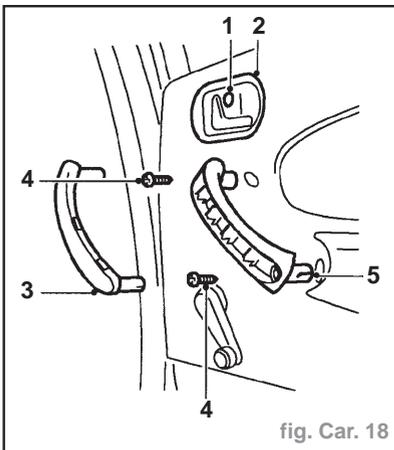

fig. Car. 18
- Enlever la vis maintenant le cache de la poignée de porte sur celle-ci (1) (fig. Car. 18).